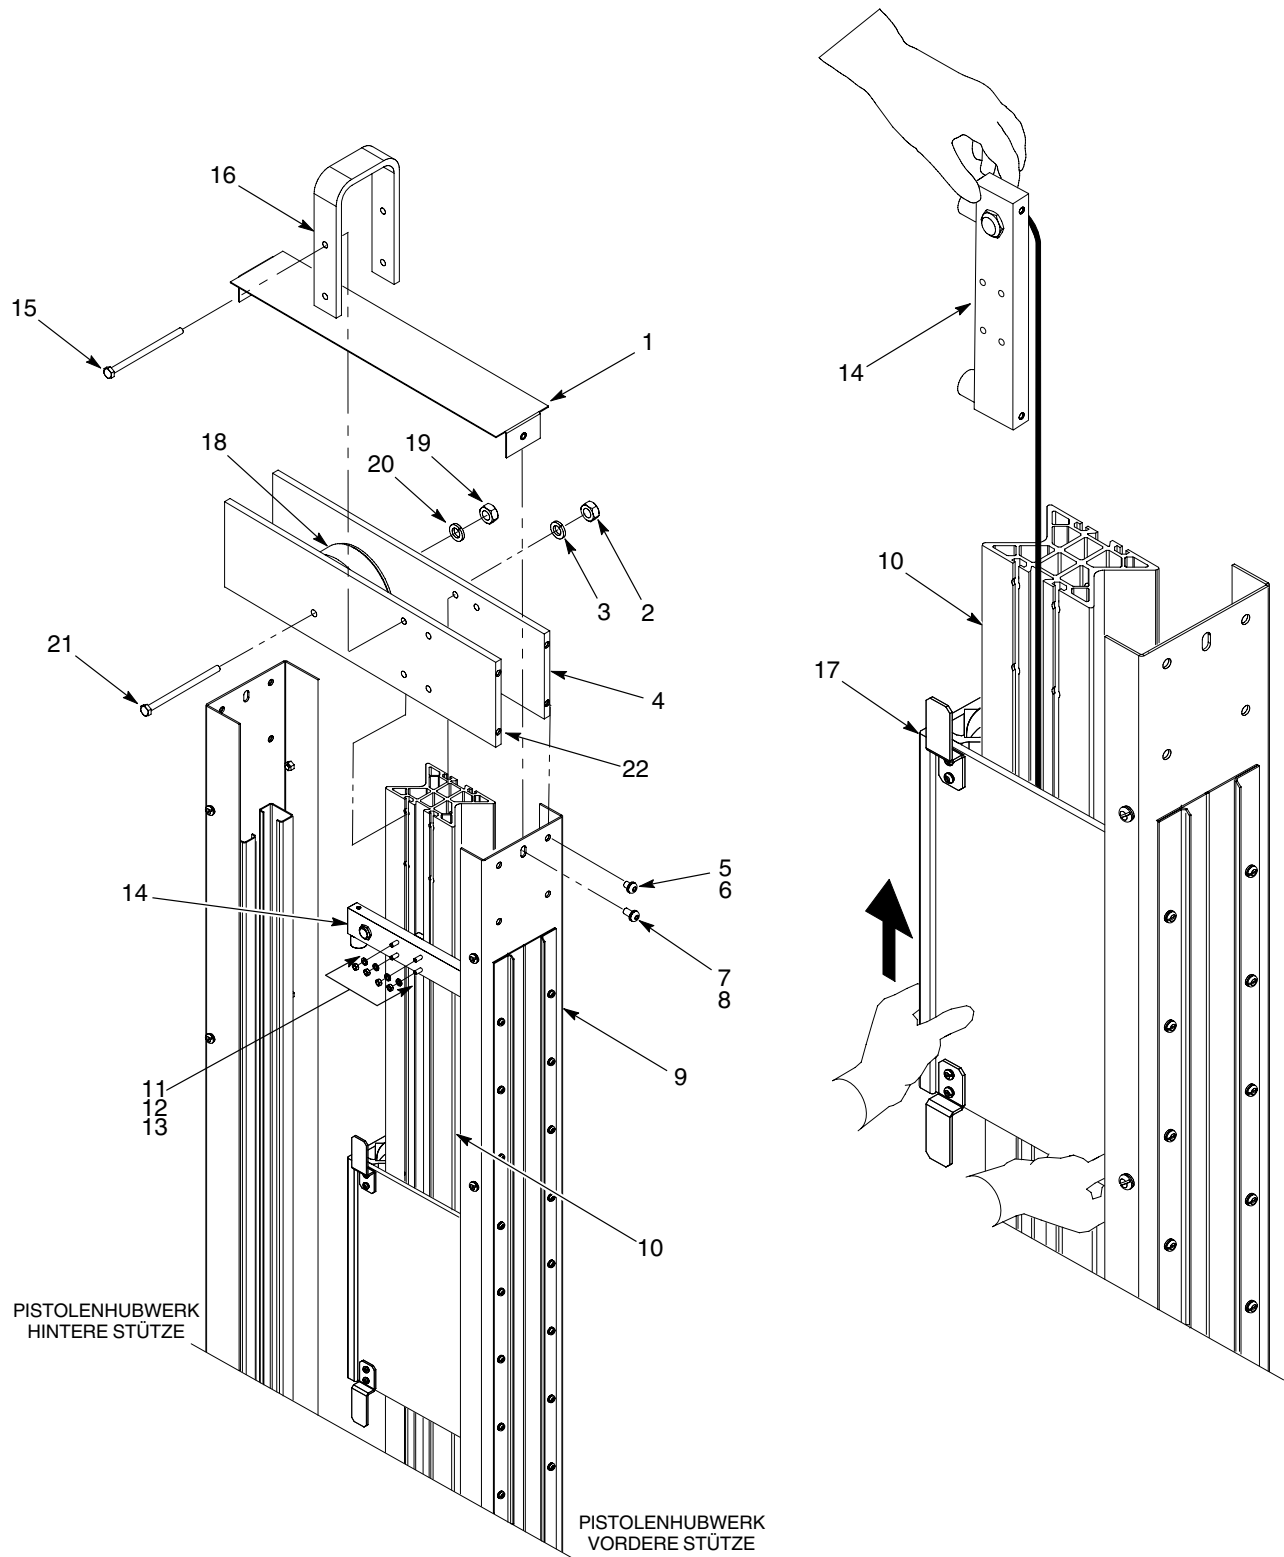

Abb. 17 Pistolenwagenbaugruppe installieren
1. Siehe Abbildung 17. Die obere Stoßdämpferbaugruppe (14) wie gezeigt halten. Den Pistolenwagen (17) vorsichtig über die Stoßdämpferbaugruppe schieben, bis er Kontakt mit der unteren Stoßdämpferbaugruppe hat.
2. Die obere Stoßdämpferbaugruppe (14) installieren.
- a. Die T-Schrauben (13) in die Rückseite der oberen Stoßdämpferbaugruppe stecken.
- b. Die obere Stoßdämpferbaugruppe auf dem Pistolenwagen-Laufweg (10) an der vor dem Abnehmen angebrachten Markierung positionieren.
- c. Die T-Schrauben (13) in den Laufweg des Pistolenwagens (10) einstecken. Die Sicherungsringe (12) und Muttern (11) auf den T-Schrauben installieren. Muttern gut anziehen.
3. Die Seitenteile (4, 22) mit zwei Schrauben (15), Sicherungsringen (3) und Muttern (2) am Pistolenwagen-Laufweg (10) installieren. Die Schrauben nur handfest anziehen.
4. Die U-förmige Hebelasche (16) mit den anderen beiden Schrauben (15), Sicherungsringen und Muttern (2) an den Seitenteilen (4, 22) installieren. Die Schrauben nur handfest anziehen.
5. Die obere Laufrollenbaugruppe (18) mit Schraube (21), Sicherungsring (20) und Mutter (20) zwischen den Seitenteilen (4, 22) installieren. Die Schraube fest anziehen.
6. Alle Schrauben (15), Sicherungsringe (3) und Muttern (2) festziehen, um die Seitenteile (22, 4) am Pistolenwagen-Laufweg (10) zu befestigen.
7. Die Seitenteile (4, 22) mit den Schrauben (5) und Sicherungsringen (6) an der vorderen und hinteren Stütze des Hubwerks befestigen. Die Schrauben fest anziehen.